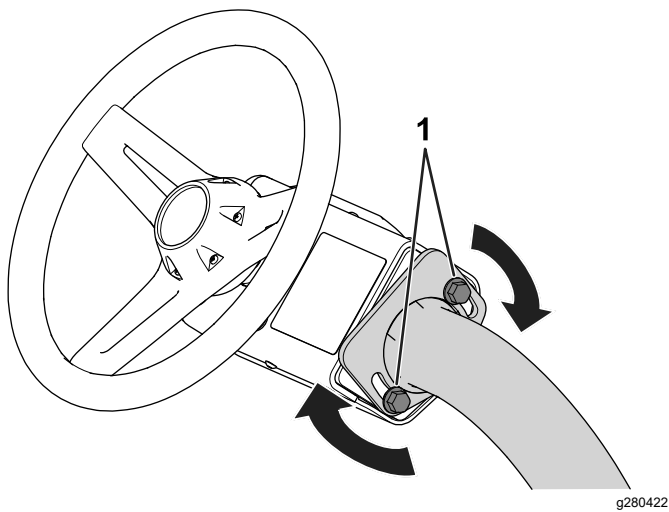

Figura 26
1. Desaperte os parafusos (Figura 26) que prendem o conjunto do volante ao braço da direção.
3. Aperte os parafusos (Figura 26) para prender o conjunto do volante na posição ajustada.